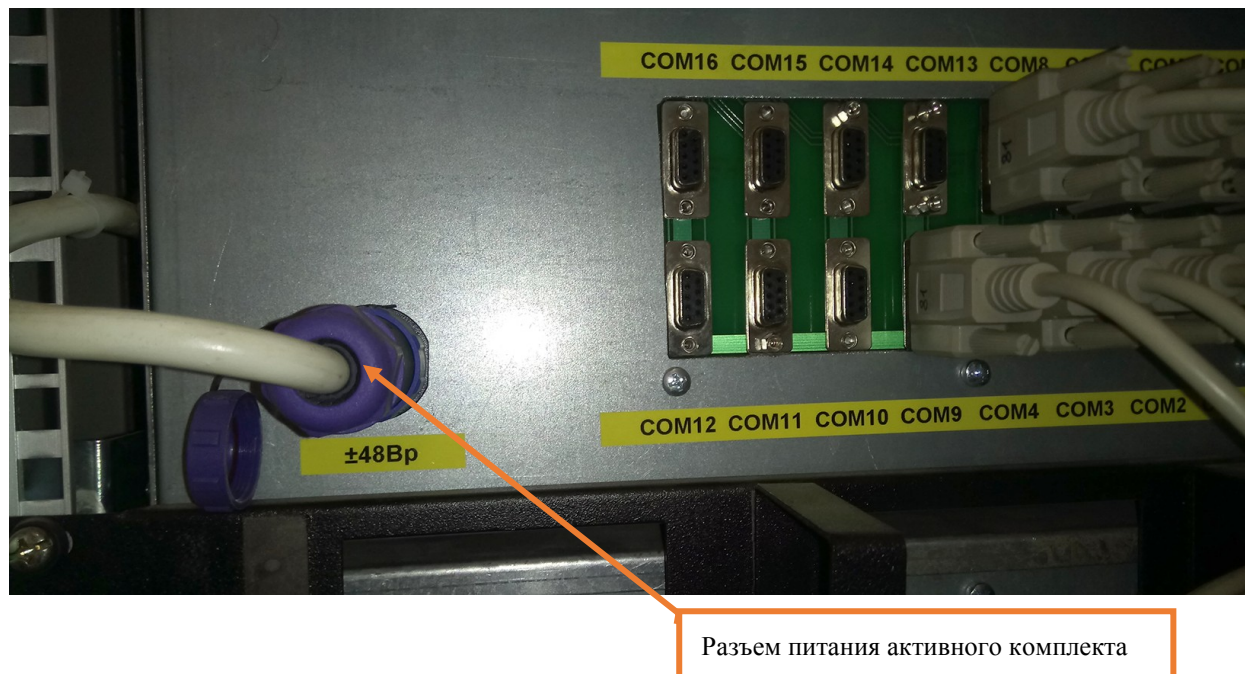

Рисунок 1. Изъятие разъема питания БВК.
7.1.4 Открыть шкаф ШЦВС, и изъять разъем питания на задней стороне БВК активного комплекта (Рисунок 1).
7.1.6 Подключить разъем питания на задней стороне БВК (Рисунок 1).